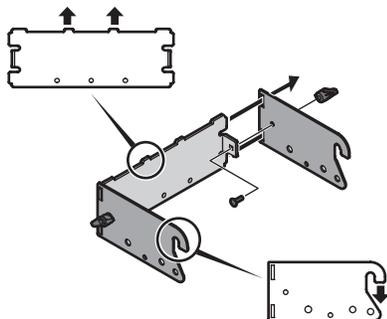

Figure 1
1. Fixez les deux supports de montage latéraux au support de montage universel (783-08129) avec deux boulons de carrosserie (710-0276) et deux écrous papillons (720-04122) du kit de quincaillerie 689-02364. Voir Figure 1.
NOTE : Les crochets sur les supports latéraux doivent pointer vers le bas et les languettes sur le support arrière doivent pointer vers le haut. Voir Figure 1.